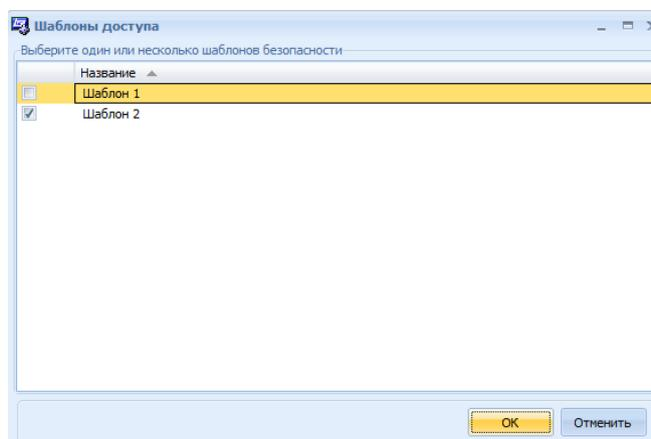

Рис. 25 Окно **Шаблоны доступа**
- **Шаблон** – нажав на кнопку **Изменить**, можно выбрать уже существующий шаблон безопасности (Рис. 25).